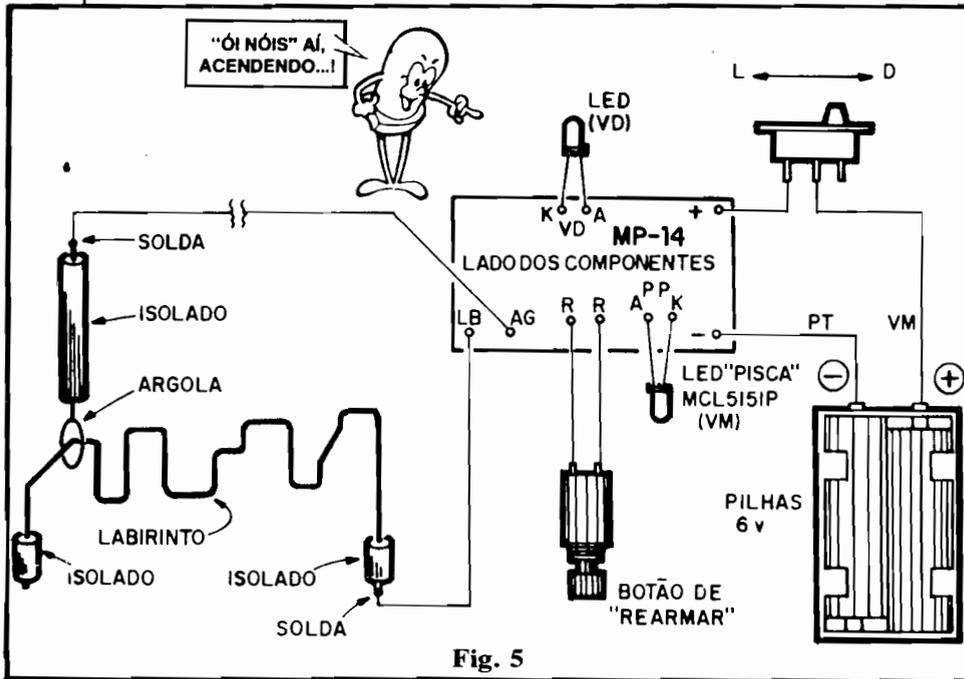
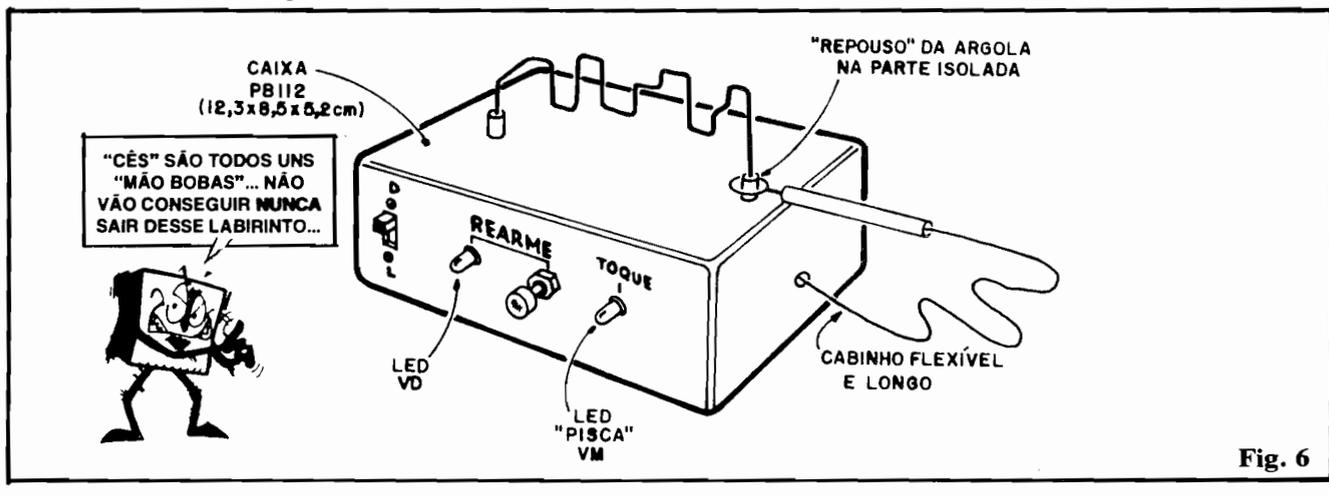

Fig. 5
Fig. 6
- **FIG. 5** - Conexões externas à placa. A figura mostra o Circuito Impresso - tal como na fig. anterior - pelo seu lado não cobreado. Atenção maior aos seguintes pontos:
- **FIG. 6** - Sugestão para **lay out** final do JOGO. A caixa sugerida em DIVERSOS/OPCIONAIS da "LISTA DE PEÇAS" apresenta um **maior comprimento** (12,3 cm.) suficiente para a implementação do principal aspecto externo do JOGO, que é justamente o LABIRINTO (detalhes adiante). Quanto ao painel principal do JOGO, tudo pode ser muito simples e direto: o **push-button** de "rearmar" no centro, ladeado pelos LEDs VERDE (jogo "rearmado") e VERMELHO/PISCA (acusador de "toque" no LABIRINTO). Também nesse painel frontal pode ficar, num extremo lateral, a chavinha geral "Liga-Desliga". Quanto ao LABIRINTO, em si, convém rever a fig. 5, comparando as ligações diretas lá mostradas, com o posicionamento final indicado na fig. 6. Um pedaço de fio de cobre sólido e isolado, grosso, com cerca de 40 ou 50 cm. servirá perfeitamente... Remove-se toda a isolação do fio, menos nas suas duas extremidades, onde devem ser preservados
cerca de 2 ou 3 cm. da dita isolação (plástico que envolve o condutor de cobre...). Em seguida, deve-se dar ao fio as formas mais "malucas" e inesperadas (geometricamente falando...) possíveis, com curvas, dobras, circunvoluções e "entortamentos" (alguns relativamente "suaves", outros abruptos) em profusão, até que o conjunto apresente uma dimensão geral menor do que o comprimento total da caixa (12,3 cm., no caso do **container** sugerido). As duas extremidades desse LABIRINTO devem ficar voltadas para uma única direção, geometricamente paralelas, portanto, de modo a tornar fácil a sua fixação (adesivo de **epoxy** ajudará...) à caixa, conforme indica a figura. Nessa fixação é **IMPOR-TANTE** que, ambos os extremos do LABIRINTO mostrem as pequenas partes isoladas do fio, formando então pontos de "repouso" para a ARGOLA de jogar. Esta (a ARGOLA) é feita a partir de 10 a 15 cm. do mesmo fio de cobre grosso e sólido usado no LABIRINTO... Numa das extremidades desse pedaço de fio, remove-se cerca de 5 cm. da isolação e forma-se um pequeno aro, cujo diâmetro interno deve ser de, no máximo, 1,5 cm. (senão a "coisa fica mole" demais...). Na outra extremidade do fio, remove-se a isolação apenas por alguns milímetros, de modo a facilitar a soldagem do cabinho de ligação que vai ligado ao ponto "AG" da placa (ver fig. 5). Notar também que uma das extremidades do fio/LABIRINTO deve ser
ligada ao ponto "LB" da placa, via cabinho soldado. Na conformação final (fig. 6), o cabinho com a argola (cerca de 40 ou 50 cm.) pode sair de um pequeno furo feito numa das laterais menores do **container**, com o que o conjunto ficará elegante e fácil de "usar".
Tudo terminado, coloca-se a argola na posição de "repouso" (fig. 5) em torno de uma das pequenas isolações terminais do LABIRINTO e, segurando-se a manopla ("cabinho" da ARGOLA) com **uma só mão**, deve ser tentado o percurso total (até o ponto de "repouso" no **outro** extremo do LABIRINTO...) sem **nunca** tocar a ARGOLA no LABIRINTO (o JOGO pode ser previamente "reseta-do", pela momentânea pressão no **push-button**, garantindo que tudo comece com o LED VERDE aceso...).